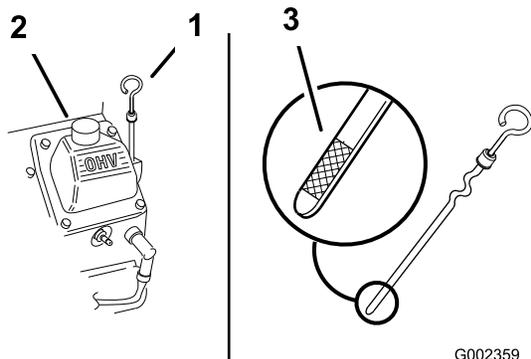

図 47
4. 給油口からゴミが入ってエンジンを傷つけないように、ディップスティック (図 47) の周囲をウェスできれいに拭く。
5. ディップスティック (図 47) を回して抜き取り、付いているオイルをウェスで拭きとる。
6. ディップスティックを根元まで確実に差し込む (図 47)。
7. 補給管 (図 47) から、必要量の 80% 程度のオイルをゆっくり入れる。